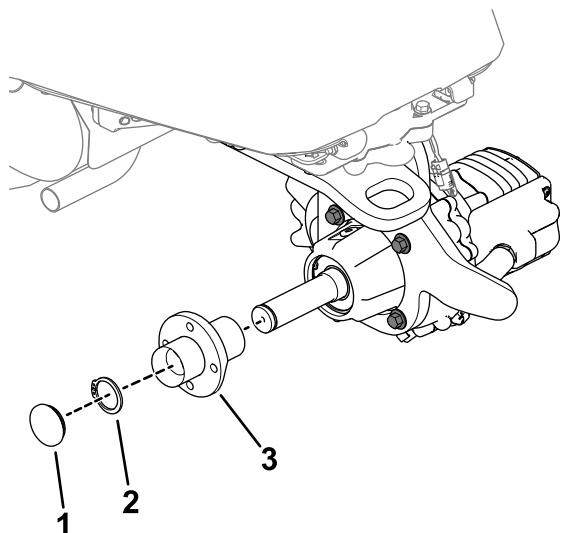

図 2
1. ハブアセンブリについているダストキャップを取り外す 図 2。